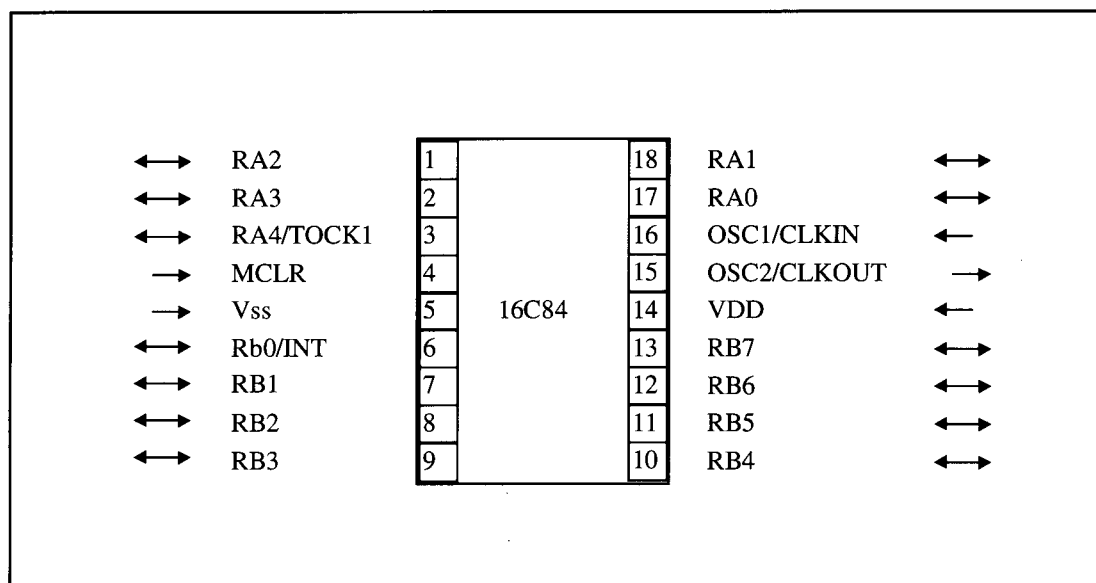

Figura 1. Configuración de los pines del 16C84.
Aun cuando se tratará solamente el PIC 16C84, todos los tópicos serán aplicables al PIC 16F84. Este último posee más registros de propósito general (68), y otras mejoras respecto al primero. La configuración de los pines del 16C84 aparece en la figura 1.